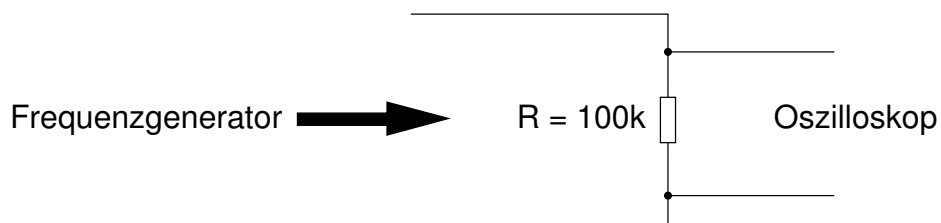

Abbildung 9: Oszilloskop und Frequenzgenerator
1. Bauen Sie die in Abbildung 9 dargestellte Schaltung auf.